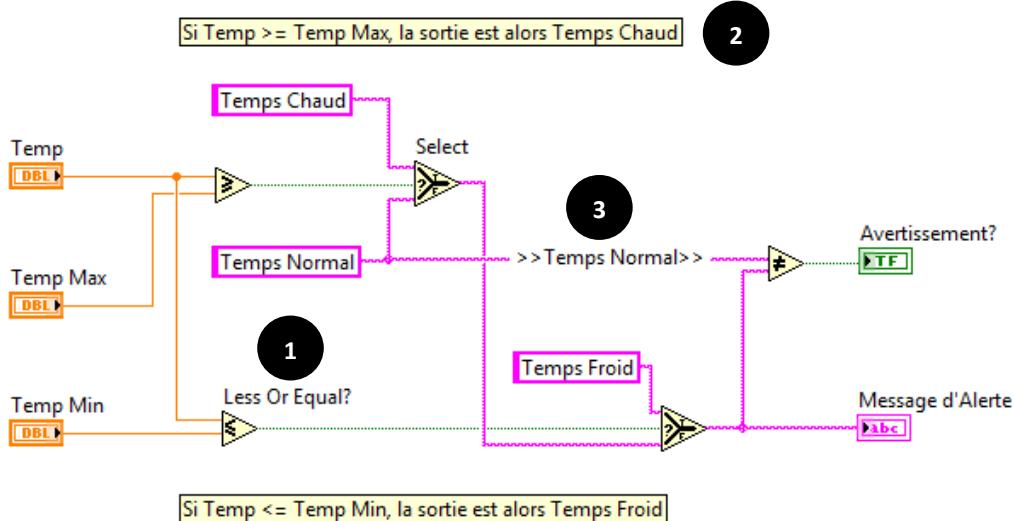

Figure 2.4. Diagramme du VI menu des étiquettes libres et propres.
- ✓ Ajouter sur le diagramme les étiquettes propres d'objets et les étiquettes libres comme dans la **figure 2.4**.
Note. Sur la **figure 2.4**, une étiquette propre (**1**) est une étiquette (Label) relative à un objet spécifique. Vous pouvez masquer ces étiquettes et les déplacer, mais vous ne pouvez pas les copier ou les supprimer indépendamment de leurs objets correspondants. Une étiquette libre (**2**) est un texte tapé par le programmeur n'importe où sur le diagramme. Il suffit de double-cliquer avec la souris et taper le texte voulu.